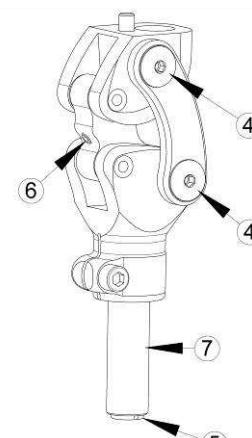

FIG. 2
D) AJUSTE DE LA ASISTENCIA DE EXTENSION (Fig.2)
E) AJUSTE DEL TOPE DE EXTENSION (Fig.2)
F) AJUSTE DE LA FRICCIÓN DE LA ARTICULATION (Fig.2 et 2.1)